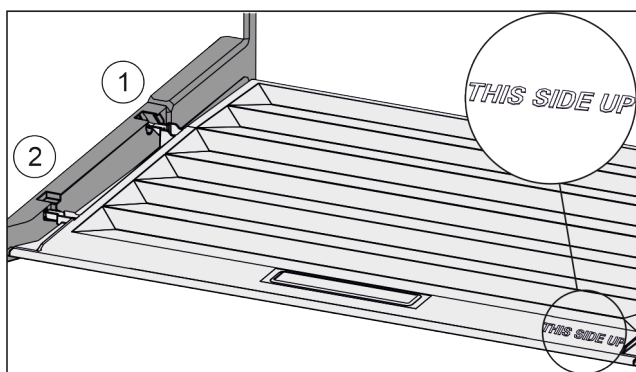

Fig. 86
- ▶ Výstupky víka zaveďte do zadních držáků Fig. 86 (1) a vpředu zaklesněte do držáku Fig. 86 (2).